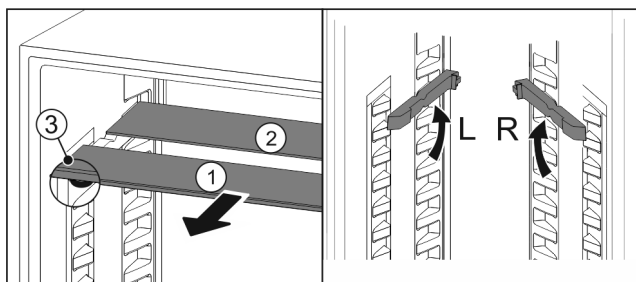

Fig. 27
- ▶ Extrageți Fig. 27 (1) pe rând plăcile de sticlă spre înainte.
- ▷ Placa de sticlă Fig. 27 (1) cu șipca decorativă se află în față.
- ▷ Opritoare Fig. 27 (3) indică în jos.